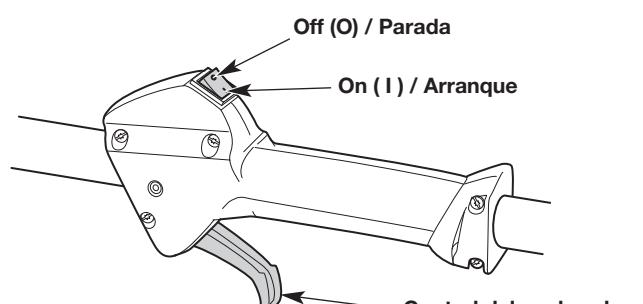

Fig. 8
NOTA: No es necesario encender la unidad. El interruptor de encendido/apagado está en la posición ON (I) (encendido) en todo momento (Fig. 8).
6. Apriete el control del acelerador (Fig. 8) y tire de la cuerda de arranque con un movimiento controlado y firme **5 veces** (Fig. 10).
2. Oprima y mantenga apretado el interruptor de encendido/apagado en la posición OFF (O) (apagado) hasta que el motor se pare por completo (Fig. 8).